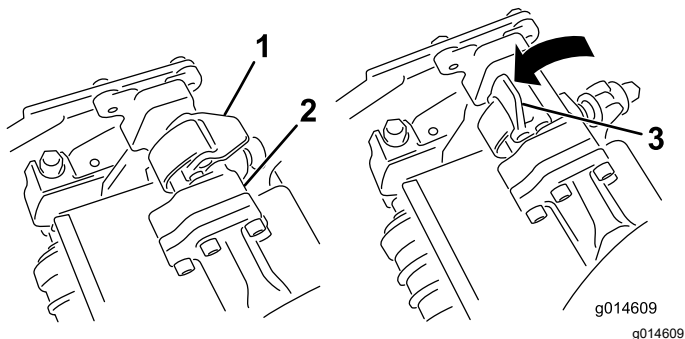
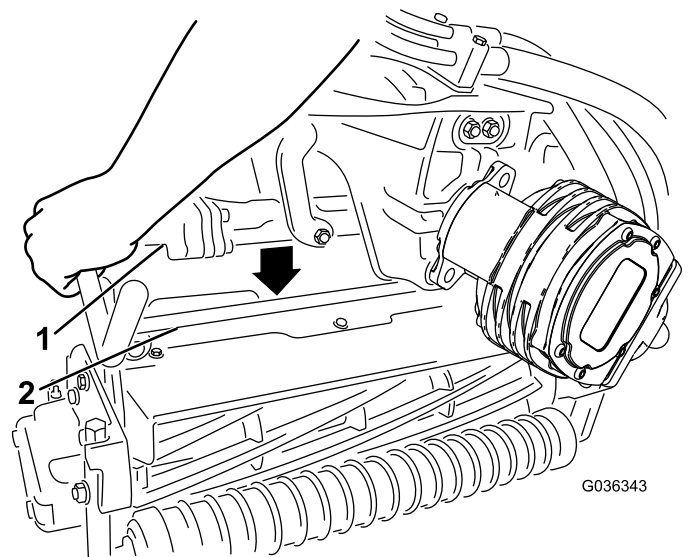

Figure 64
Figure 65
4. Les verrous de la barre de bras de suspension étant orientés en haut (c.-à-d. ouverts) (Figure 64), poussez le bras de suspension vers le bas pour que la barre s'engage sur la barre transversale au sommet de l'unité de coupe (Figure 65).
5. Fermez les verrous autour de la barre de l'unité de coupe et bloquez-les en place (Figure 64).
5. Ouvrez les verrous sur la barre du bras de suspension appartenant à l'unité de coupe que vous voulez déposer (Figure 64).